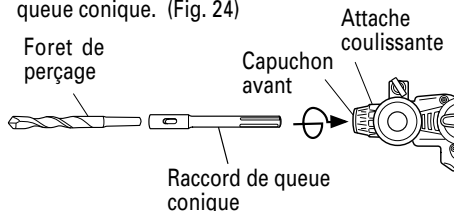

Fig. 24
- (1) Monter le raccord de queue conique sur le marteau rotatif à percussion. (Fig. 24)
- (2) Fixer la mèche (queue conique) sur le raccord de queue conique. (Fig. 24)